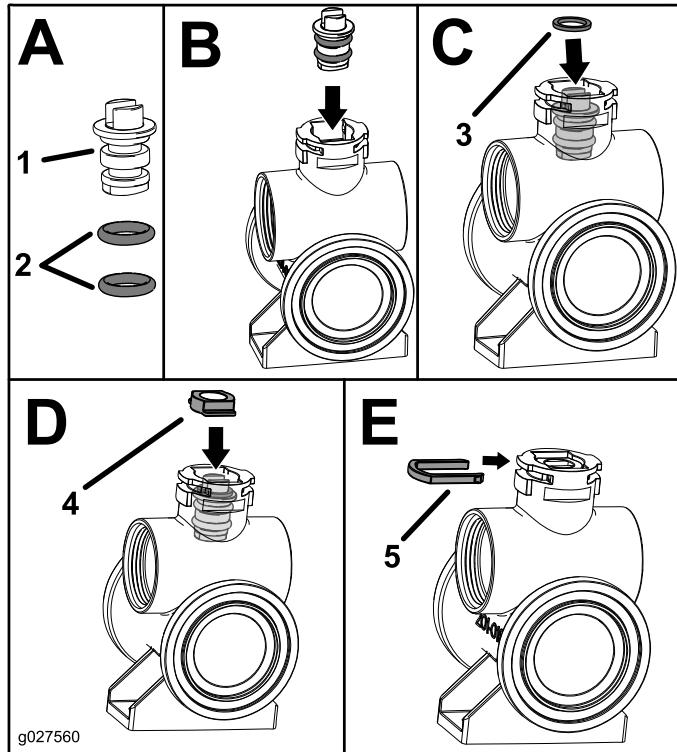

Figura 4
2. Montate il gruppo dello stelo della valvola sul corpo della valvola (Riquadro B; Figura 4).
3. Installate la rondella di spinta sul gruppo dello stelo della valvola (Riquadro C; Figura 4).
4. Installate il fermo dello stelo sul gruppo dello stelo della valvola (Riquadro D; Figura 4).
1. Applicate del grasso allo stelo della valvola e montate i nuovi O-ring dello stelo della valvola sullo stelo della valvola (Riquadro A; Figura 4).
- Installate la forcina del fermo dello stelo (Riquadro E; Figura 4).